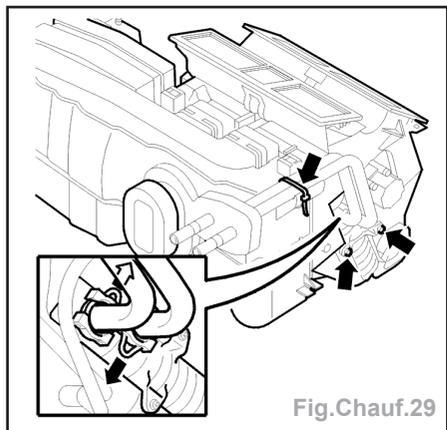

Fig. Chauff.29
- le clip de verrouillage et le tuyau de l'échangeur thermique (fig. Chauff.29),